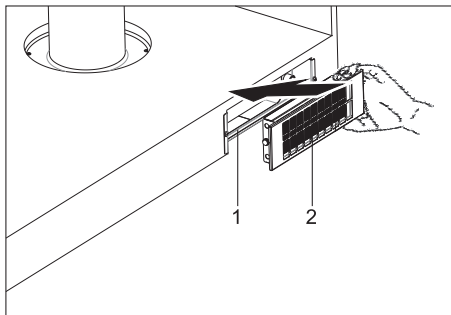

Abb. 45
- 8.** ➔ Setzen Sie den Aktivkohlefilter (Abb. 45/2) in das Aktivkohlefiltergehäuse (Abb. 45/1)